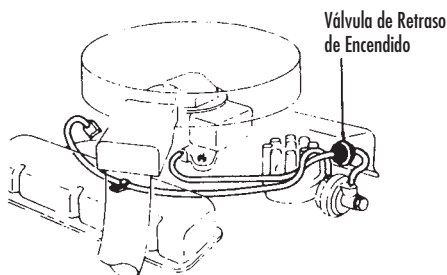

FIGURA 13: VÁLVULA DE RETRASO DE ENCENDIDO TÍPICA
Las válvulas de retraso de encendido tienen como función retrasar el suministro de vacío al mecanismo activador de avance de vacío del distribuidor durante aceleraciones bruscas, para retrasar la activación del sistema termoactuador de reacción de inducción de aire cuando el motor funciona al ralentí durante periodos largos, y para retrasar la aplicación de vacío al diafragma del estrangulador automático durante el funcionamiento del motor en frío. En algunos motores hay instalada una válvula de metal sinterizado en el diafragma de avance (exterior) de vacío de la unidad de control del distribuidor. La función de esta válvula es retrasar el avance del encendido durante las aceleraciones rápidas para reducir al mínimo la formación de NOx. El metal sinterizado es poroso y permite purgar el vacío a través de la válvula comportándose como un orificio de unos 0.05 mm de diámetro. El control se obtiene variando el número de discos en cada conjunto de válvula de modo que el retraso pueda adaptarse al motor (FIGURA 13).
1) Aplique un vacío de 10" de Hg con la bomba al orificio inferior de la válvula y mida los resultados con un segundo manómetro de vacío según se muestra en la ilustración (FIGURA 13).